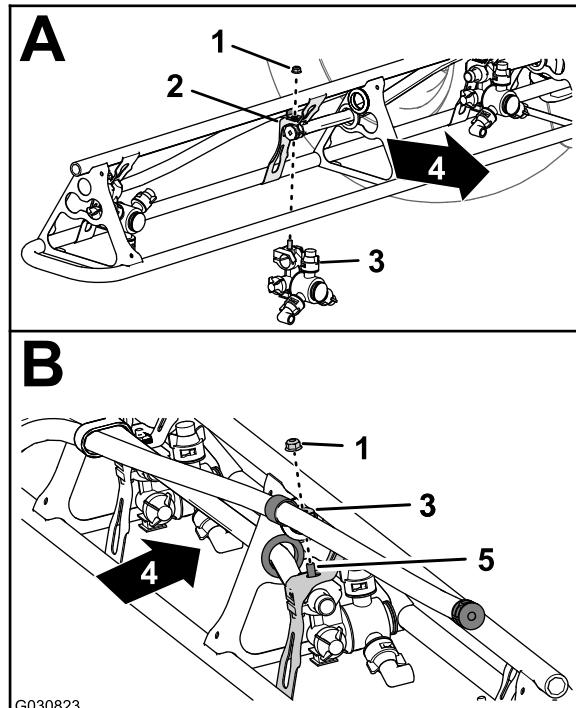

Рисунок 78
- В положениях сопел 1 и 4 установите распылительное сопло на крепление сопла (вид А на Рисунок 78) при помощи фланцевой контргайки (5/16 дюйма), снятой при выполнении пункта 2 раздела 12 Демонтаж шлангов распылительных сопел в системе с тремя секциями (страница 35).
- В положениях сопел 2 и 3 установите распылительное сопло на крепление сопла (вид А и В на Рисунок 78) при помощи фланцевой контргайки (5/16 дюйма), снятой при выполнении пункта 2 раздела 12 Демонтаж шлангов распылительных сопел в системе с тремя секциями (страница 35).